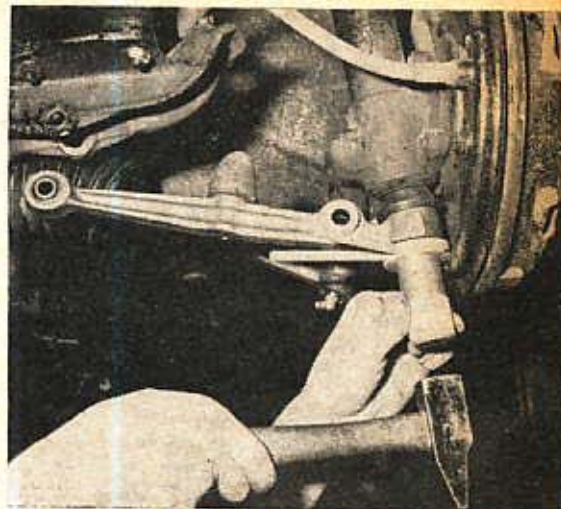

Fig. 125. — Mise en place du jonc d'arrêt neuf
- Monter un jonc d'arrêt neuf à l'aide de l'appareil 8.0902 B (fig. 125).